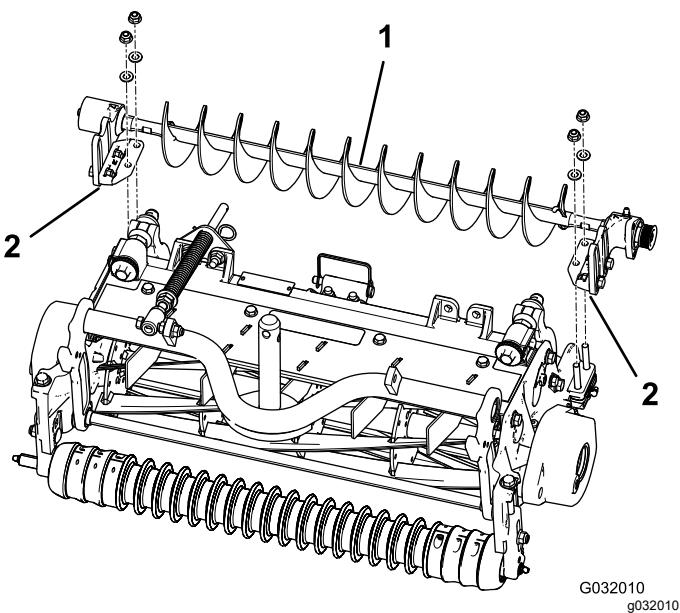

図 8
4. 左または右ローラブラシアセンブリ取り付けブラケットを、ローラブラケットボルトにセットする図8。